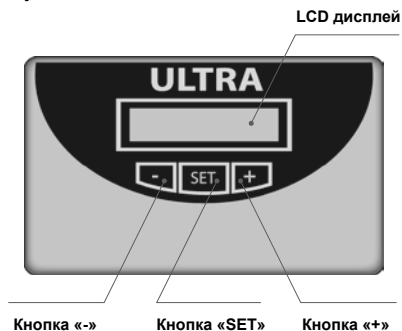

Рис. 6
- 2 Запустите ручную промывку. Для этого нажмите кнопку **«SET»** (см. рис. 6) и удерживайте в течение 5 сек. Отпустите кнопку (контроллер войдет в основное меню). Убедитесь, что на дисплее отображается надпись **«Manual Washing»**. После этого однократно нажмите на кнопку **«SET»**. Начнется промывка. Из дренажного шланга должна потечь вода.